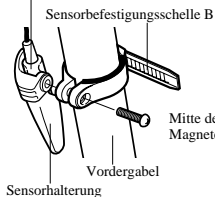

Abb.17
2. Die angeglichenen Bänder mit dem Sensor und der Sensorhalterung an der Gabel befestigen und dabei die Schraube nach und nach leicht festziehen (Abb. 17).